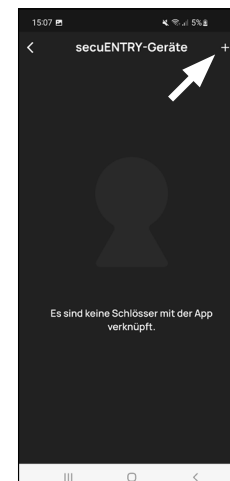

Fig. 2
- 2 L'app mostra un elenco dei cilindri già registrati. Alla prima configurazione, questa finestra è vuota. Per aggiungere un nuovo cilindro, selezionare "+" nell'angolo in alto a destra (Fig. 2).